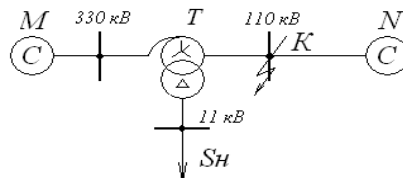

Рис. 4.5. К заданию 3
**Задание 3.** На рис. 4.5 изображена схема понизительной подстанции с автотрансформатором Т, который связывает системы М (330 кВ) N (110 кВ) и питает обобщенную нагрузку. Определить симметричные составляющие и полные токи поврежденной фазы в точке К однофазного КЗ на шинах 110 кВ, если параметры автотрансформатора:  $S_{HT} = 200 \text{ МВА}$ ;  $k_{mp} = 330/110/11$ ;  $u_{к.ВН-СН} = 10\%$ ;  $u_{к.ВН-НН} = 34\%$ ;  $u_{к.СН-НН} = 22,5\%$ ; параметры системы М:  $\dot{E}_{\phi M} = 340/\sqrt{3}, \text{ кВ}$ ;  $x_{1M} = x_{2M} = 50 \text{ Ом}$ ;  $x_{0M} = 98 \text{ Ом}$ ; параметры системы N:  $\dot{E}_{\phi N} = 115/\sqrt{3}, \text{ кВ}$ ;  $x_{1N} = x_{2N} = 11 \text{ Ом}$ ;  $x_{0N} = 17 \text{ Ом}$ ; параметры нагрузки  $x_{*H} = 0,35 \text{ Ом}$ ;  $\dot{E}_{*H} = 0,85$ ;  $S_H = 80 \text{ МВА}$ .